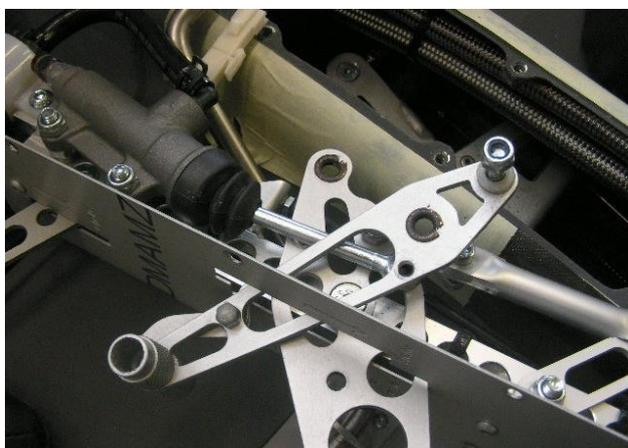

Abb. 3 – Demontage Bremshebel
- 5 Bremshebel demontieren (Abb. 3)
- 7 Bremshebel durchschieben bis Schraube der Bremszylinder-Schubstange zugänglich ist. Schubstange demontieren (Abb. 3)